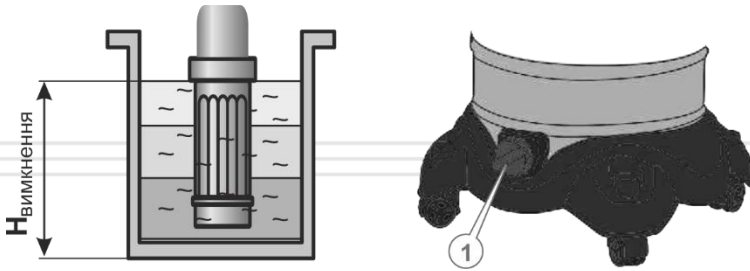

Рисунок 6. Система контролю наповнення контейнера.
6. Після виконання завдань вимкніть пилосос клавішею «Увімкнення/Вимкнення». Виріб оснащений поплавковим механізмом, який піднімається поступово за рівнем наповнення контейнера водою і автоматично перекриває повітряний потік. Ознакою того, контейнер переповнений є припинення всмоктування і підвищений шум двигуна через збільшення швидкості. Не чекаючи автоматичного вимкнення двигуна системою захисту від перегріву, вимкніть електроживлення та злийте воду через зливний отвір (1) (див. рис. 6).